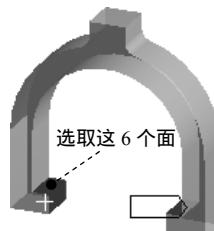

图 7.6.18 定义目标面
(2) 定义目标面。单击以激活 Target 后的文本框，选取图 7.6.18 所示的模型表面为目标面(6个面)，单击 Apply 按钮。